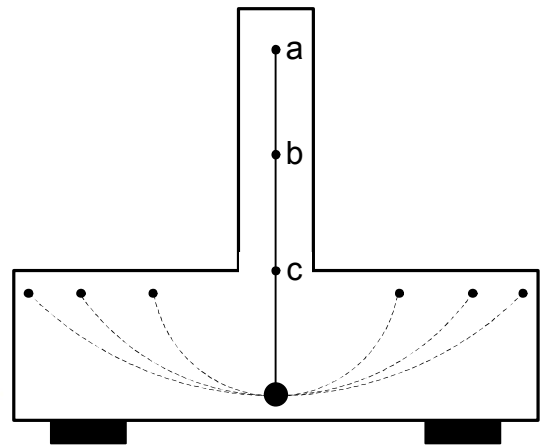

Рис. 8
3. Покажіть перетворення енергії на маятнику Галілея (рис. 8).
Відхиліть кульку маятника в одне з крайніх положень і відпустіть. Спіймайте маятник в другому крайньому положенні і покажіть, що маятник піднявся на ту ж висоту, з якої був запущений. Знову відведіть маятник в крайнє положення і вставте в гніздо b чи c (див. рис. 8) невеликий стержень. Відпустіть маятник і покажіть, що і в цьому випадку кулька підніметься на попередню висоту. Дослід з маятником Галілея переконливо показує, що запас енергії маятника зберігається при русі по будь-якій траєкторії.